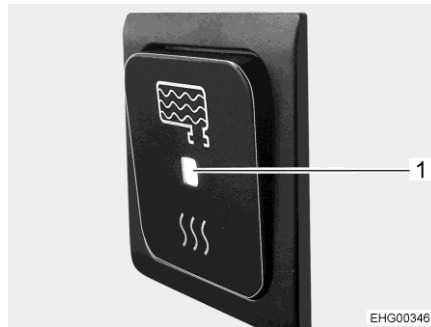

Bild 123 Till/från-brytare, påslagen
När till/från-brytaren på styrningen är påslagen (Bild 123), kopplas avloppstanksuppvärmesystemen automatiskt på så snart utetemperaturen faller under 0 °C. Avloppstanken är därmed skyddad mot frost.
- Tryck nedtill på till/från-brytaren. LED-indikatorn (Bild 123,1) lyser.
- Tryck upptill på till/från-brytaren. LED-indikatorn (Bild 123,1) slocknar.